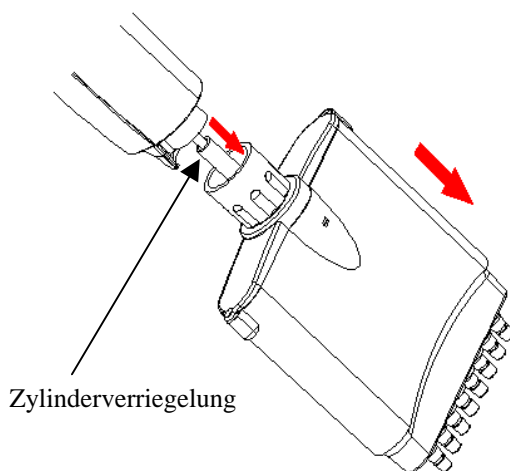

Abb. 13: Schieben Sie die Zylinderverriegelung nach unten bis Sie einen Klick hören.
4. **Bitte platzieren Sie die Pipette auf einer flachen Oberfläche.** Schieben Sie die Zylinderverriegelung nach unten wie in Abb. 13, bis Sie ein Klick hören.